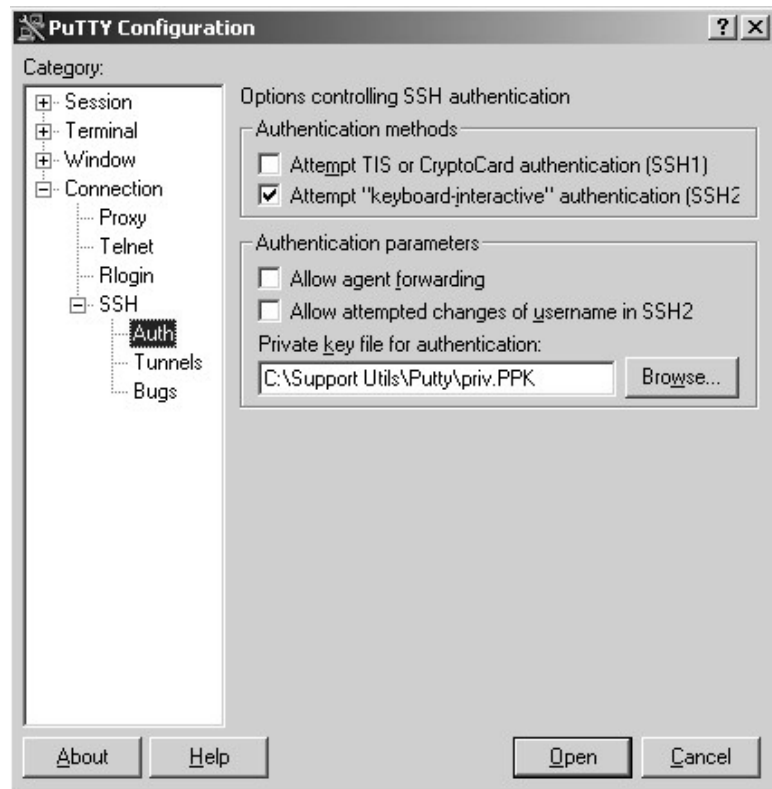

图 27. PuTTY Configuration 面板 - SSH 选项
6. 单击 **Auth**。显示 Options controlling SSH authentication 面板。请参阅第 15 页的图 27。